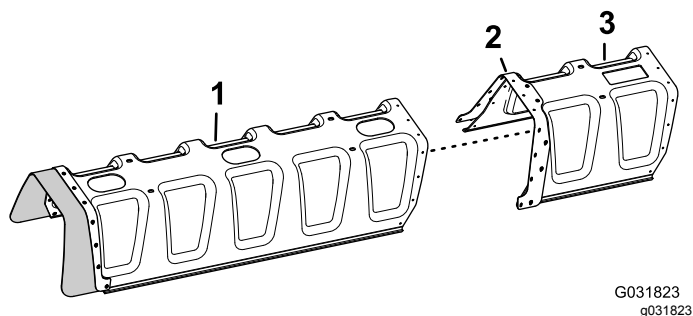

Figura 146
- Allineate i fori della piastra di rinforzo (fila doppia) sulla prolunga della copertura con i fori nell'estremità della copertura della barra a 11 ugelli (Figura 146).